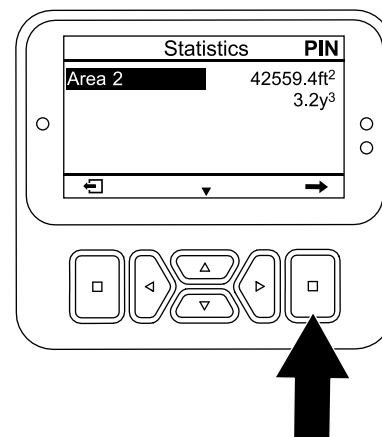

Figura 100
2. En la pantalla STATISTICS (Estadísticas), pulse el botón Abajo hasta que quede seleccionada la opción ÁREA 2 (Figura 100).